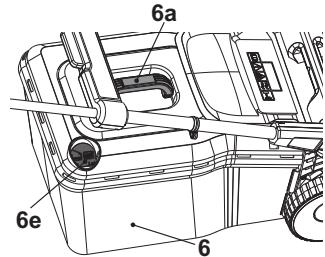

Fig. 15
2. Lorsque la trappe (6e) est fermée, le bac de ramassage est plein et doit être vidé (Fig. 15).